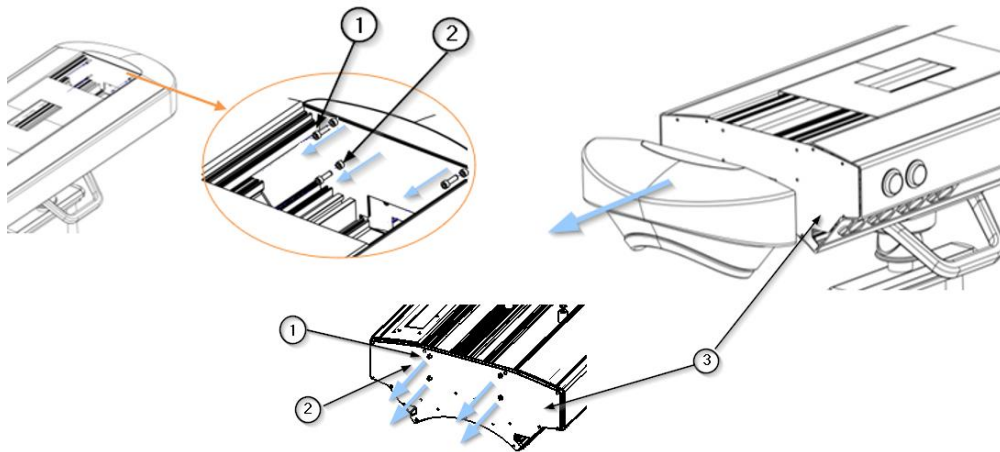
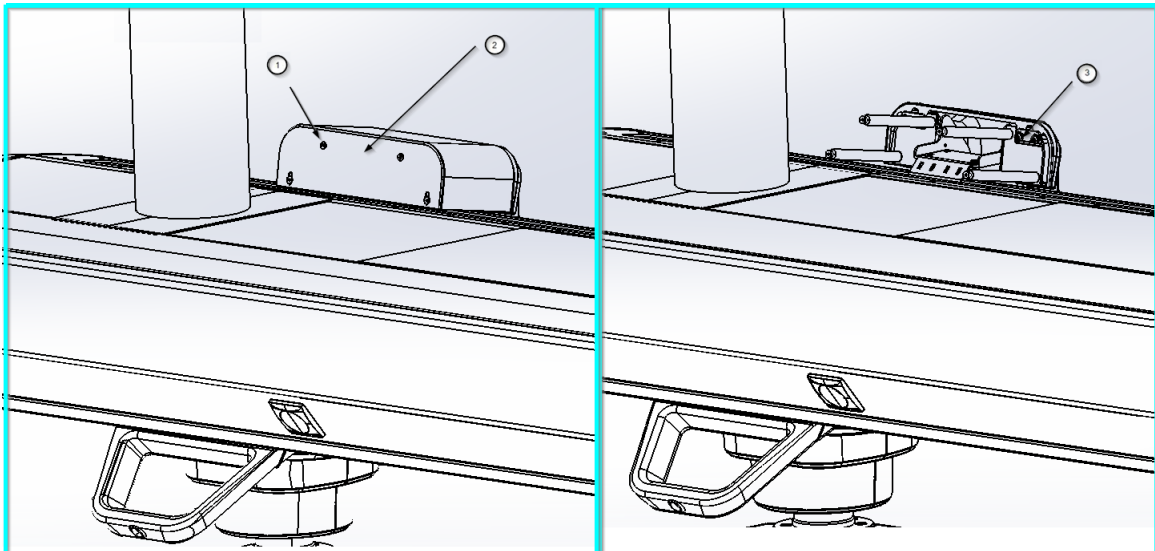

Abb. 3 Demontage/Montage der Seitenwände am Hauptkörper ABITUS
Abb. 4 Entfernen der oberen Zierblende
- Lösen Sie die Befestigungsschrauben ①, mit denen die obere Zierblende ② befestigt ist, wie links in Abbildung 3 dargestellt.
- Entfernen Sie die obere Zierblende ②
- Lösen Sie die Befestigungsschrauben ③ an der Oberseite der hinteren Zierblende ④, wie rechts in Abbildung 4 dargestellt.
- Lösen Sie die Inbusschrauben ⑥, mit denen die Zierblenden ⑦ befestigt sind, sowie die Inbusschrauben, mit denen der untere Teil der hinteren Zierblende befestigt ist, wie in Abbildung 4 dargestellt.
- Entfernen Sie die hintere Zierblende ④.
Lösen Sie nicht die mittlere Inbusschraube (in Abbildung 4 mit einem roten Kreuz gekennzeichnet), da sich das Karussell sonst frei drehen kann und die Drehung nicht mehr begrenzt werden kann.
Dann wird die Anschlag-Inbusschraube (2) sichtbar, wie in der unteren Hälfte von Abbildung 4 zu sehen (Detail unten rechts in der Abbildung).
- Lösen und entfernen Sie die Inbusschraube (2).